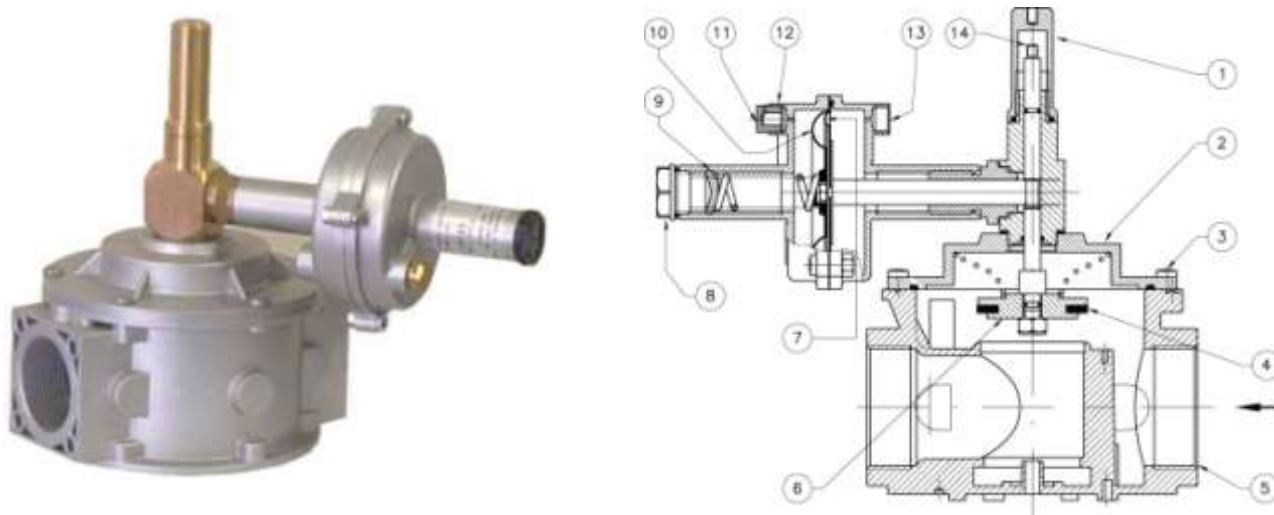

Рис. 1
Клапан (рис. 1) состоит из: рычаг механизма взвода /защитный колпачок (1); крышка (2); винты крепления крышки (3); уплотняющая прокладка (4); корпус (5); затвор (6); рабочая мембрана (7); алюминиевый колпачок (8); регулировочный винт (9); защитная мембрана (10); пылезащитный колпачок (11); отводящий патрубок G 1/4" для вывода наружу (при необходимости) (12); патрубок G 1/4" для подключения к системе после редуктора (13); стержень механизма взвода (14).